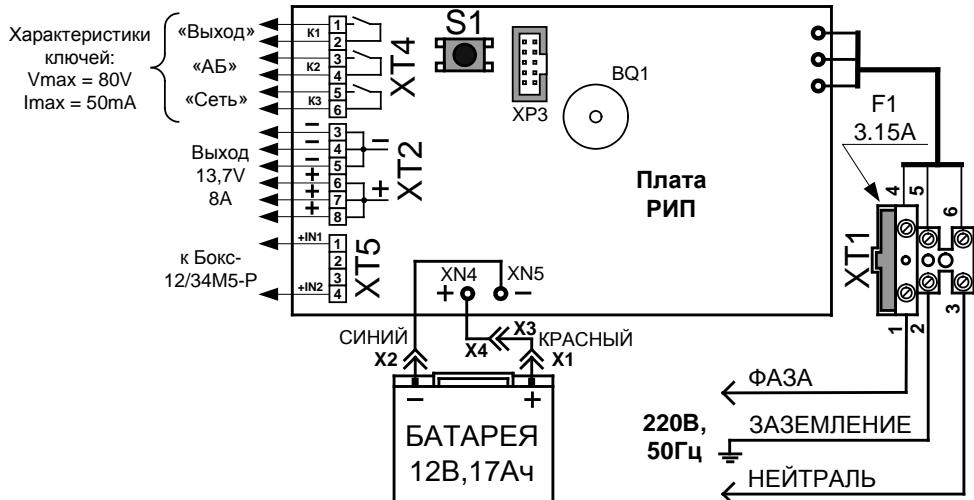

Рис. 2
ВНИМАНИЕ! При подключении внешнего питающего напряжения 220 В к сетевой колодке XT1 необходимо соблюдать правильность подключения проводов «фаза» и «нейтраль». Подключение производить в соответствии с Рис. 2. Схема подключения также расположена на внутренней стороне корпуса РИП.
3.2.4 Согласно схеме соединений (рис. 2):
б) изъять из колодки вставку F1 (3,15 A), подключить сетевые провода к входной колодке (**фаза (L)** должна быть подключена к **ХТ1:1**, см. рис. 2);
4.2.3 РИП обеспечивает программирование следующих режимов индикации и сигнализации нажатием на кнопку S1 (при открытой крышке РИП), находящуюся на плате см. рис.2.